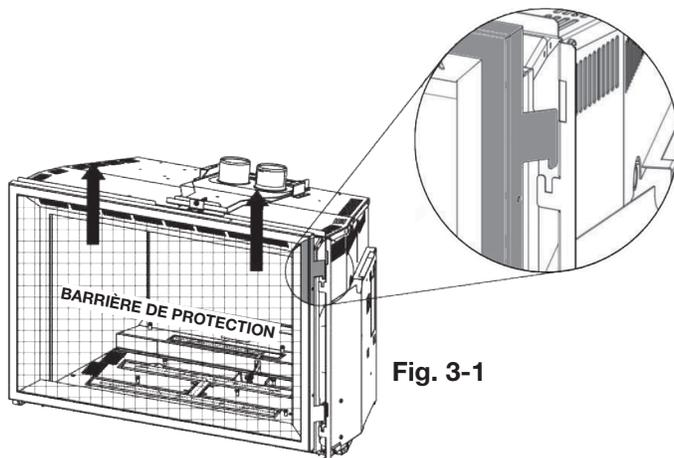

Fig. 3-1
1. Avant d'enlever la porte vitrée, la barrière de protection doit être enlevée. Soulevez la barrière de protection hors des 4 goupilles et enlevez de l'appareil (**Fig. 3-1 et 3-2**).